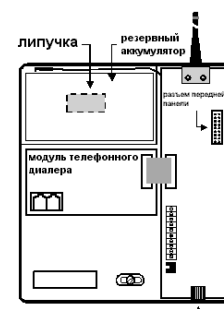

Рисунок 5
- Снимите защитный слой с липучки в месте установки аккумулятора (см. рисунок 5);